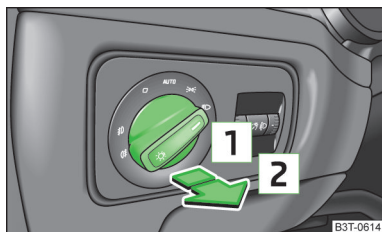

Fig. 33
- Girar el conmutador de luces a la posición **D** o **L** » fig. 33.
- Girar el conmutador de luces a la posición **D** o **L** » fig. 33 de la página 60.